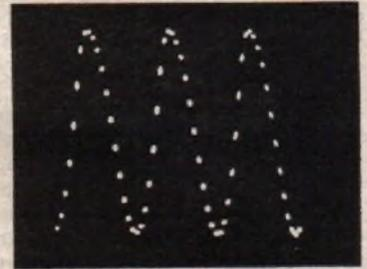

Abb. 2. Hellsteuerung d. Oszillogramms der Spannung mit unbekannter Frequenz
Hierin ist  $N_{fx}$  die Anzahl der Perioden der unbekanntnen Frequenz  $N_P$  die Anzahl der Hell-Punkte. In Abb. 2 war  $f_n = 100$  Hz,  $N_{fx} = 3$  und  $N_P = 60$ ; hieraus ergibt sich nach (1)  $f_x = 5$  Hz.